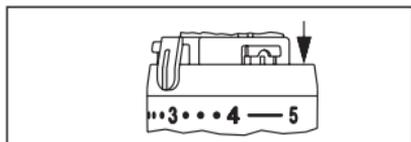

Abb. 9
- Zur oberen Begrenzung des Einstellbereiches, wird das zweite Element, in die Position eine Nut nach der Merzkahl „4“ eingesteckt (Abb. 9).